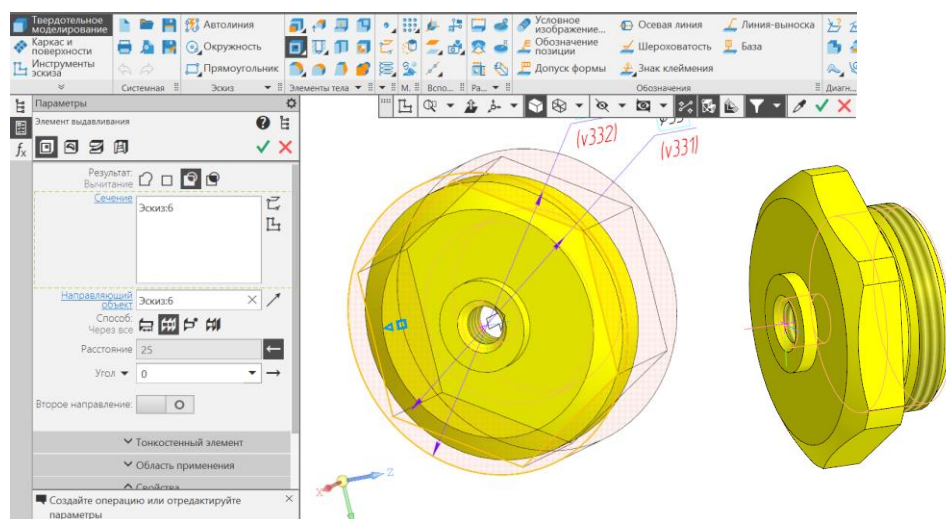

Рис. 15 Выполнение команды «Элемент выдавливания»
- **Твердотельное моделирование – Элементы тела – Элемент выдавливания.** Параметры операции Элемент выдавливания: результат операции – Вычитание; сечение – Эскиз 6; направляющий объект – Эскиз 6; способ выдавливания – Через все (рис. 15).